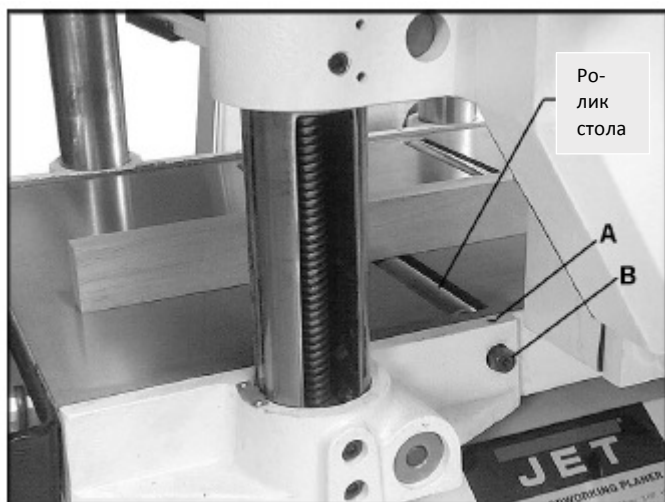

Рис. 14
Рейсмусовый станок снабжён двумя роликами (рис. 14), которые обеспечивают подачу заготовки, при этом уменьшая трение. Так как каждый сорт древесины ведёт себя по-разному, точные размеры надлежащей настройки по высоте отсутствуют. В общем случае, при строгании шероховатой
3. На одной стороне стола ослабить установочные винты (А, рис. 14) шестигранным ключом на 3 мм и поворачивать эксцентриковые валы (В, рис. 14) для поднятия или опускания роликов.